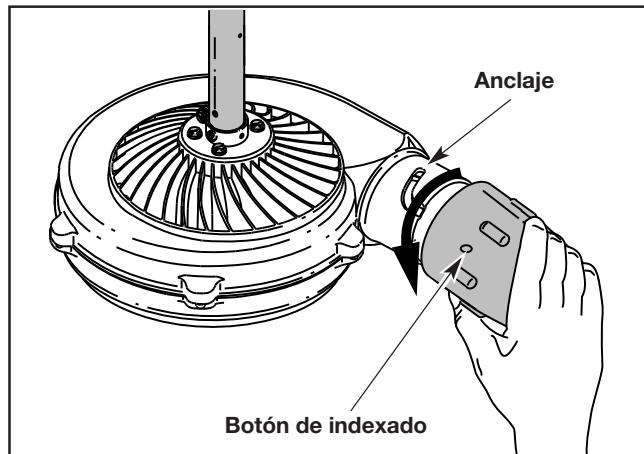

Fig. 8
1. Agarre la boquilla y voltéela hacia la izquierda aproximadamente 45° hasta que el botón de indexado dentro de la boquilla desencage del anclaje de la cubierta del soplador (Fig. 8). Hale la boquilla fuera de la cubierta del soplador.